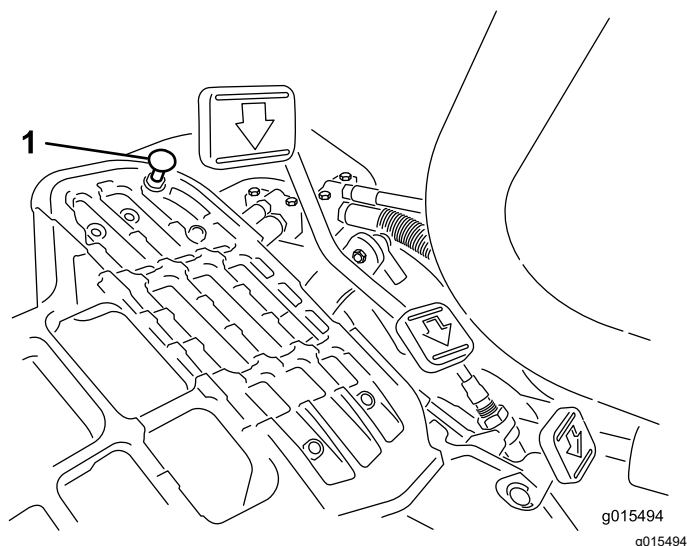

図 42
モードレバーを移動走行位置にセットし、ペダルを一杯に踏み込めば最高速度となります。ケーブルに張力が掛かる前にペダルがストップ 図 42 に当たる場合には調整が必要です。
1. モードレバーを移動走行位置にセットし、ペダルストップを固定しているロックナットをゆるめる図 42。